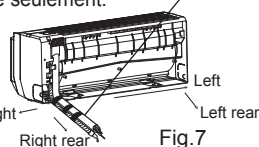

Fig. 7
1. Lorsque vous faites passer la tuyauterie et le filage du côté gauche ou droit de l'unité intérieure, coupez les bouts du châssis si nécessaire. (Fig. 7)